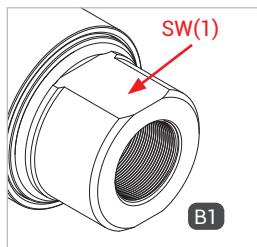

Figure 1
- ▶ Lors du montage de la conduite de fluide, exercez une contrepression sur le méplat SW (1) (*Figure 1*) à l'aide d'une clé à fourche.
- ▶ Vissez hermétiquement l'entrée fluide « B1 » à l'embout de raccordement de la conduite de fluide (*Figure 1*). Voir le tableau ci-dessous pour les couples de serrage.